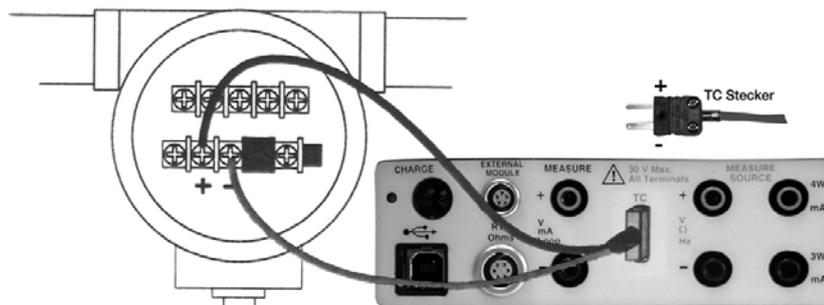

Abbildung 13: Anschlüsse zum Simulieren von Thermopaaren
- Stecken Sie diesen an der Thermopaarbuchse des Kalibrators ein (siehe Abbildung 13).